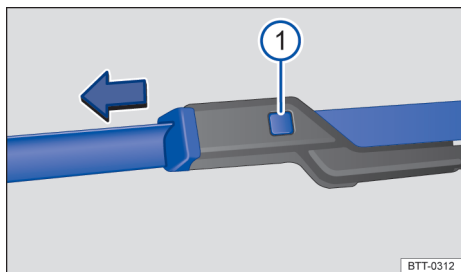

Fig. 108 Substituir as palhetas dos limpadores do para-brisa.
- Manter o botão de destravamento → Fig. 108 ① pressionado e, ao mesmo tempo, retirar a palheta do limpador do para-brisa no sentido da seta.